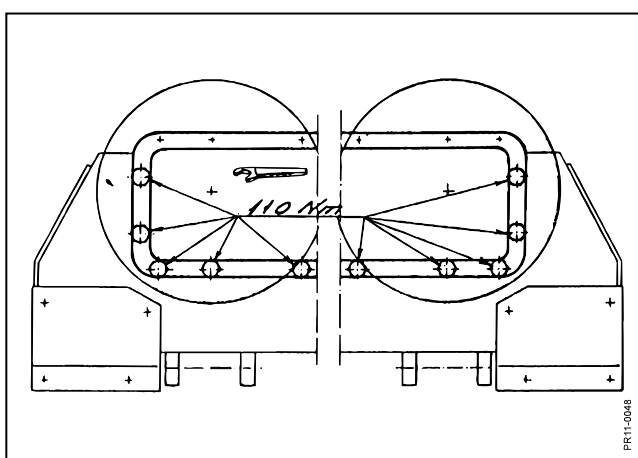

Fig. 5-4
**Fig. 5-4** Pour éviter les vibrations néfastes, serrer correctement la barre de coupe. boulons M12 :110 Nm (11 Kpm) et boulons M10 : 70 Nm (7 Kpm). Contrôler régulièrement les boulons à l'extrémité de la barre.